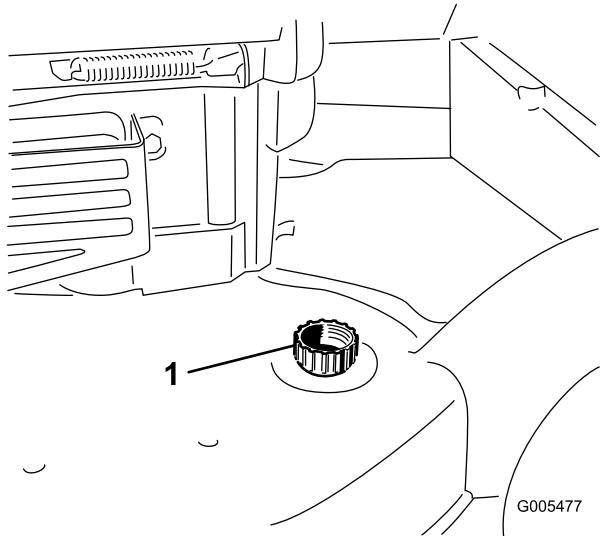

Figure 42
3. Branchez un tuyau d'arrosage, relié à une arrivée d'eau, à l'embout de lavage (Figure 42).